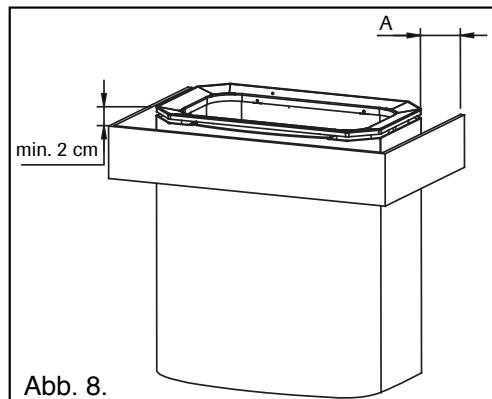

Abb. 8.
- Um den Saunaofen kann bei Bedarf ein Schutzgeländer angebracht werden (Abb. 8). Als Geländermaterial empfehlen wir Holz. Dabei müssen unbedingt die minimalen Sicherheitsabstände zu brennbaren Materialien eingehalten werden. Eine falsche Montage kann Brandgefahr verursachen.